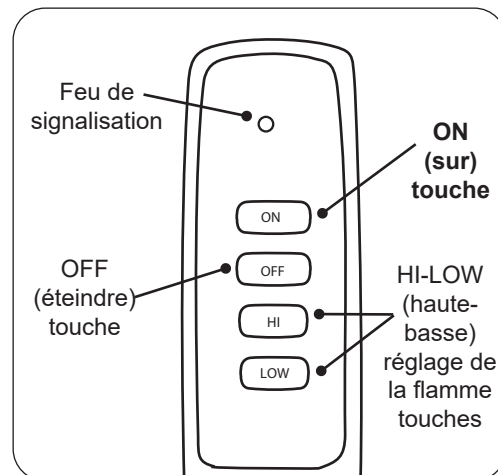

Fig. 32-3 Détail de la télécommande
3. Localisez la télécommande et appuyez sur la touche **ON** (voir Fig. 32-3). Le système émettra un bip et la séquence d'allumage commencera.